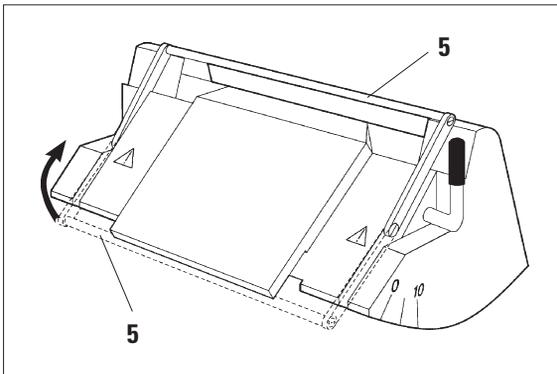

図 4
ナイフホルダー E のナイフガードは折り畳み式ハンドルです (5)。刃先をカバーするには、図4に示すようにナイフガードハンドル (5) を上方に起こします。